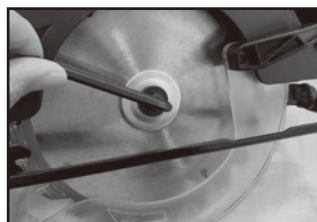

Fig. 2
2. Retirez la vis de la lame en la tournant dans le sens horaire à l'aide de la clé hexagonale, tout en maintenant le bouton de verrouillage de la broche enfoncé (Fig. 2).